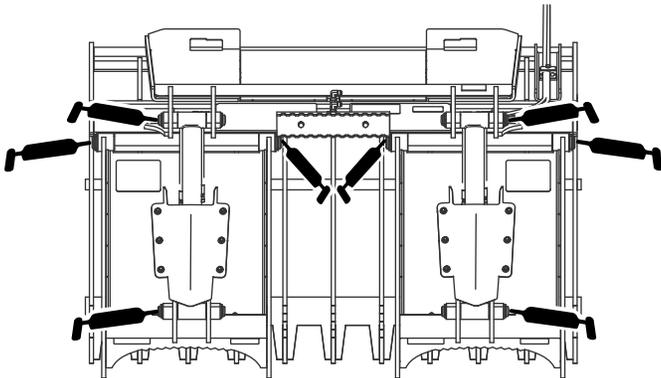

Figure 7
4. Raccordez une pompe à graisse à chaque graisseur (Figure 7).